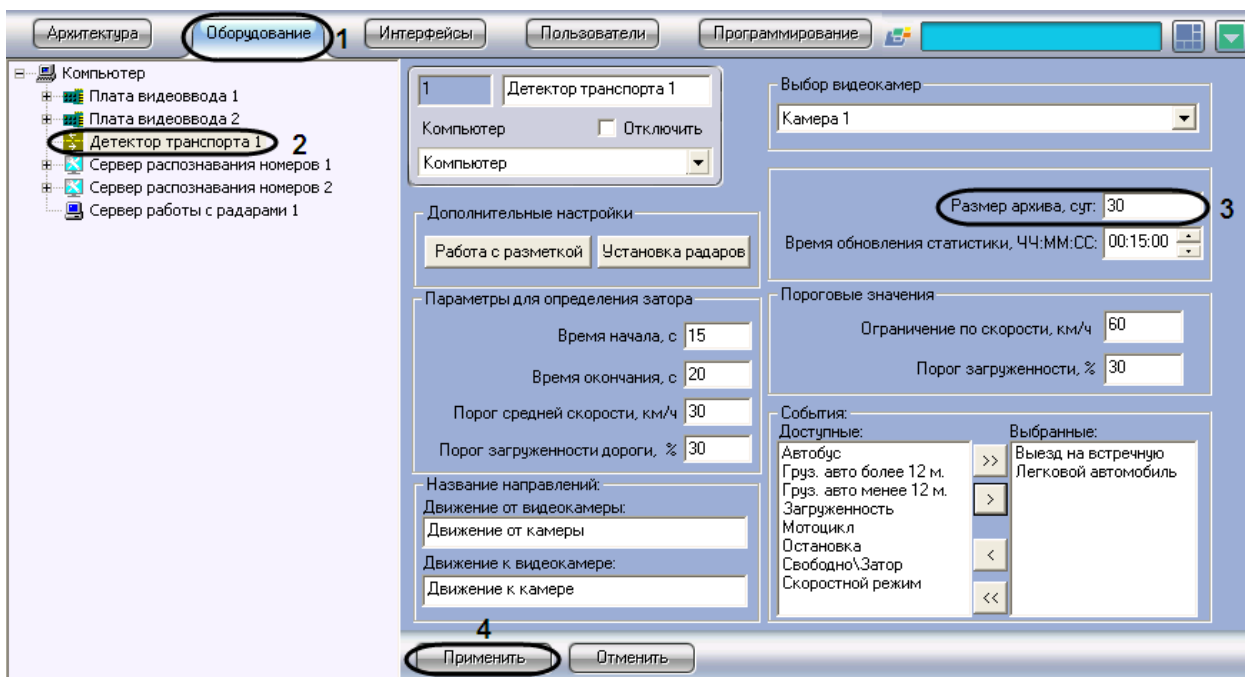

Рис. 7.4-2. Настройка глубины хранения записей в базе данных
1. В диалоговом окне «Настройка системы» перейти на вкладку «Оборудование» (см. Рис. 7.4-2, 1).
2. В дереве объектов на вкладке «Оборудование» выбрать объект «Детектор транспорта», соответствующий настраиваемому программному модулю «Детектор транспорта» (см. Рис. 7.4-2, 2). В правой части вкладки «Оборудование» отобразится панель настройки выбранного объекта.
3. В поле «Размер архива, сут» указать глубину хранения записей в базе данных. Единица измерения параметра «Размер архива» выражается в сутках (см. Рис. 7.4-2, 3).
4. Нажать кнопку «Применить» (см. Рис. 7.4-2, 4).